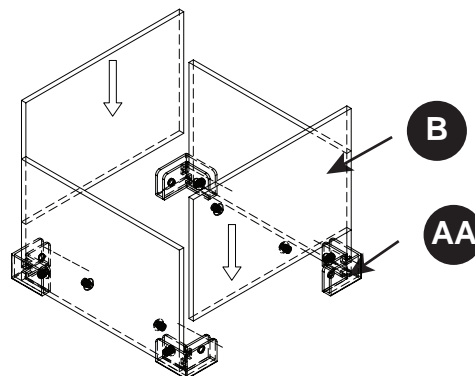
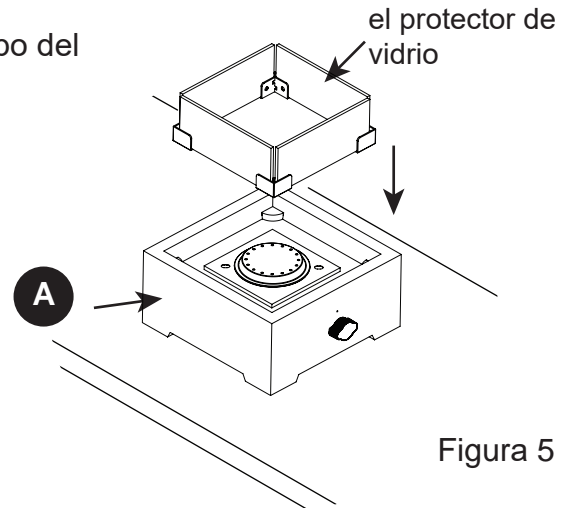

Figura 4
Figura 5
5. Inserte el protector de vidrio en la parte superior del cuerpo del fogón (A) (consulte la Figura 5). Inserte 2 piezas de vidrio (B) en la ranura del sujetador (AA). Asegúrese de que las etiquetas con flechas en el vidrio corto estén hacia arriba y apriete los pernos con el destornillador hexagonal (BB) (consulte la Figura 4).
6. Inserte el protector de vidrio en la parte superior del cuerpo del fogón (A) (consulte la Figura 5).